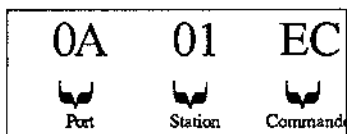

Figure 3-40 Exemple 2 d'adresse de variable déportée
N.B. 2 : l'exemple de la figure 3-40 montre une commande 'Contrôle EX' émise en direction d'un périphérique EX2000.